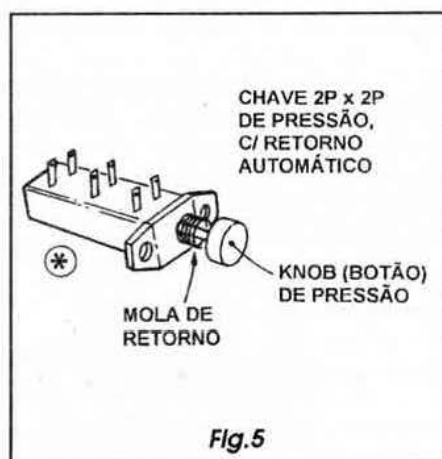

Fig. 5
- FIG. 5 - DETALHES DA CHAVE FALA-ESCUA RECOMENDADA...